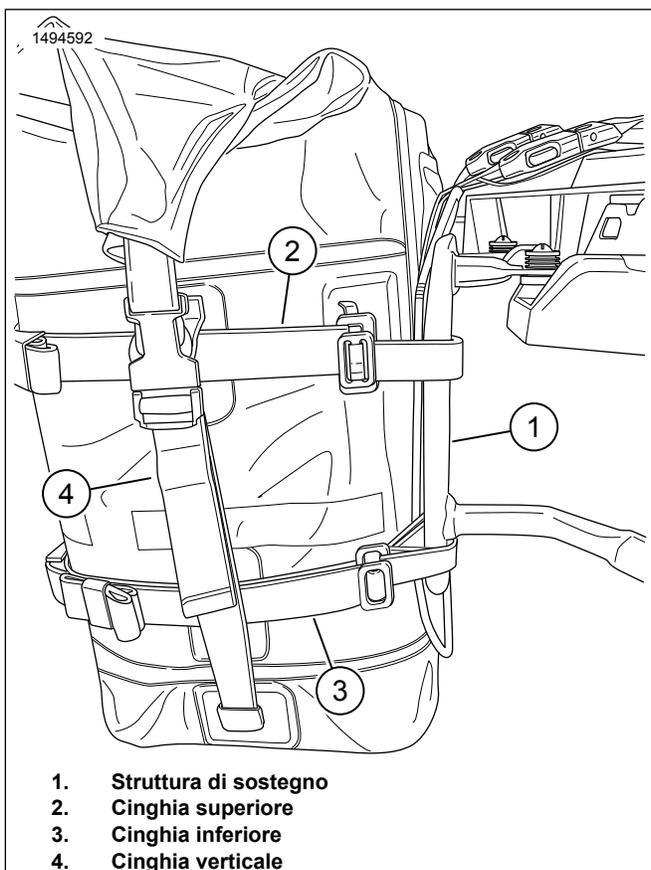

Figura 8. Stringere tutte le cinghie
9. Figura 8 Le cinghie di tensionamento (2, 3, 4) devono essere attaccate nelle posizioni approssimative.